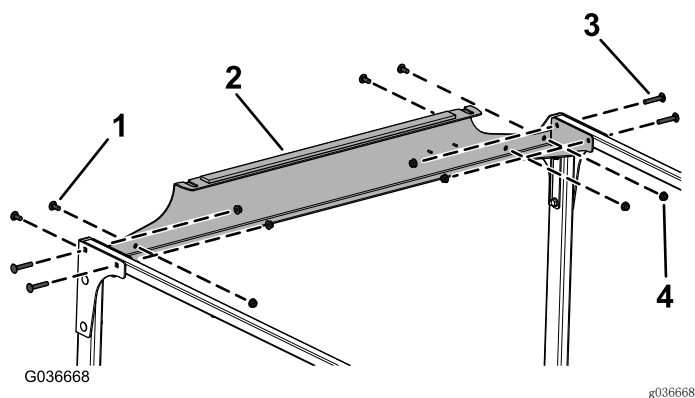

图10
9. 如图10所示, 用 4 个托架螺栓 (5/16 x 1 3/4 英寸) 和 8 个凸缘螺母 (5/16 英寸) 将后交联松松地安装到交联管和后安装板上。